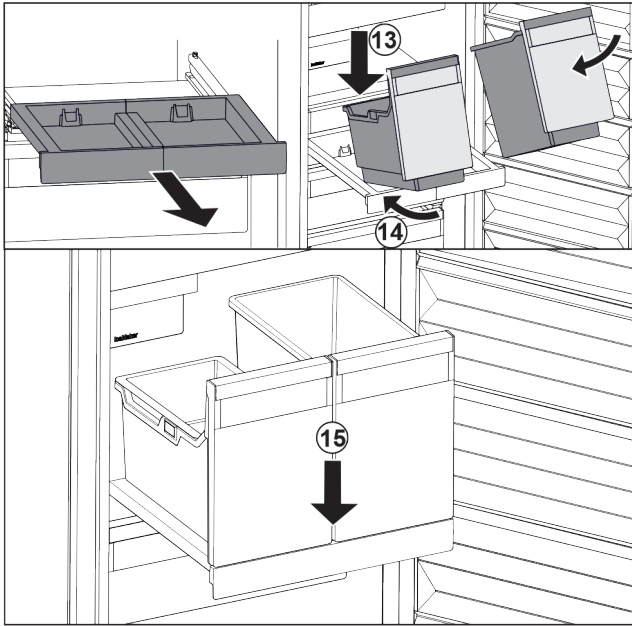

Fig. 24
- ▶ Colocar los recipientes inclinados sobre el estante extraíble. Fig. 24 (13)
- ▶ Introducir los recipientes inclinados hacia atrás. Fig. 24 (14)
- ▶ Depositar los recipientes por delante. Fig. 24 (15)